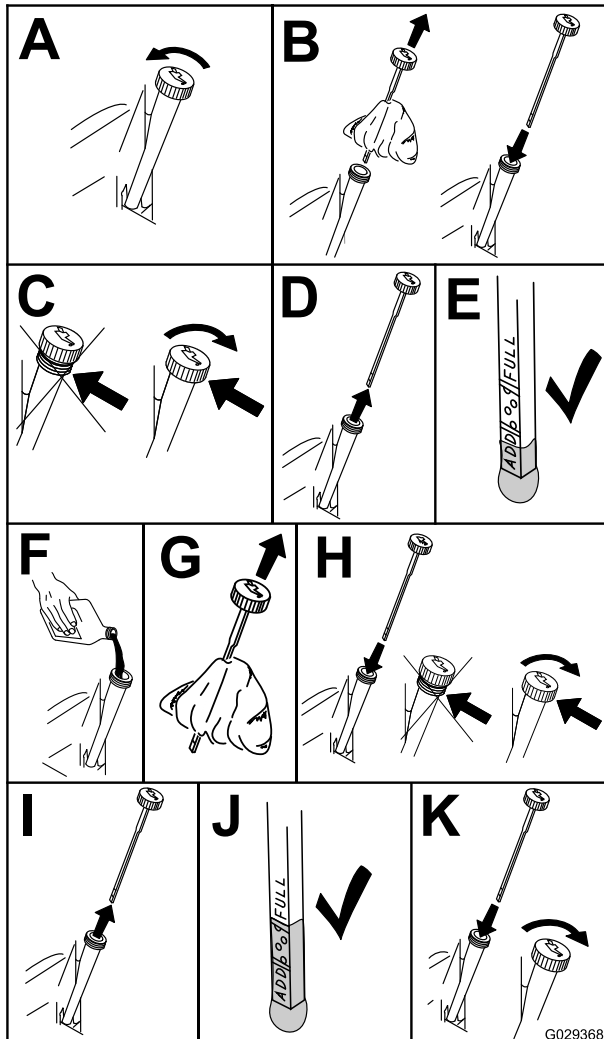

Bild 38
3. Reinigen Sie den Bereich um den Ölfüllstutzendeckel bzw. den Ölpeilstab vor dem Abnehmen, damit kein Schmutz oder Schnittgut usw. in den Motor gelangt (Bild 38).